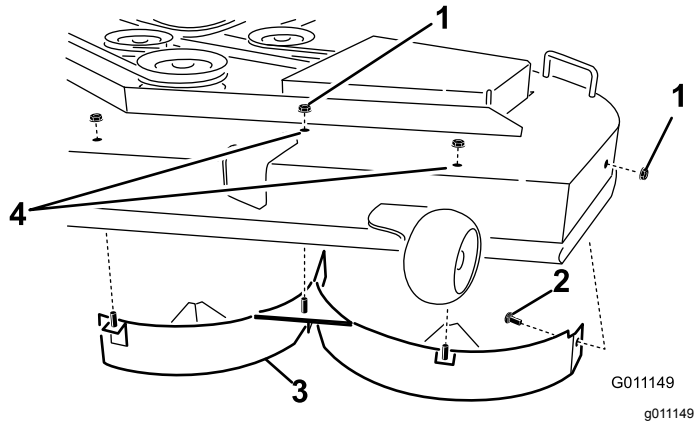

Figura 30
4. Retire las 2 contratuercas (5/16") de las clavijas soldadas del deflector izquierdo, en la parte superior de la carcasa del cortacésped, en las posiciones centro y centro izquierda (Figura 30).
6. Retire el deflector izquierdo de la carcasa del cortacésped según se muestra en Figura 30.